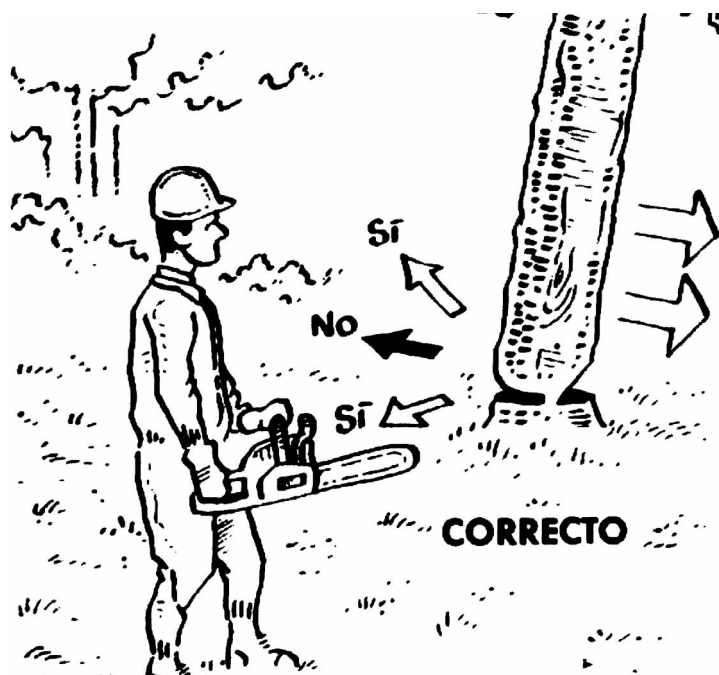

FIG. 083
- Durante la caída, y mientras se retrocede, es muy importante conservar ambas manos en la motosierra. **FIG. 083**